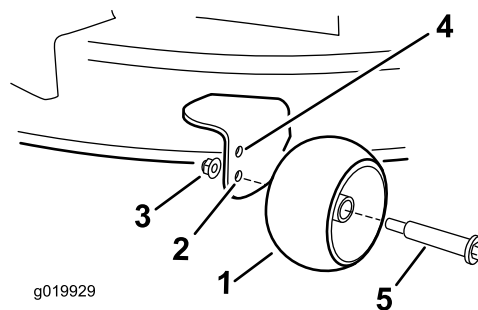

Figura 29
- Orificiul superior – utilizați această poziție cu puntea mainii de tuns iarba în pozițiile de 63 mm și sub pozițiile aferente înălțimii de tăiere (Figura 29).
76 mm și deasupra pozițiilor aferente înălțimii de tăiere (Figura 29).